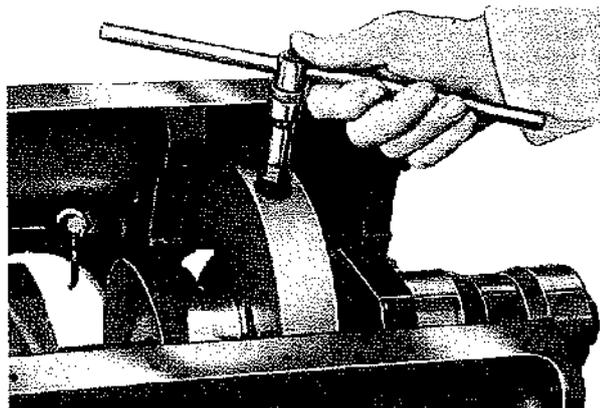
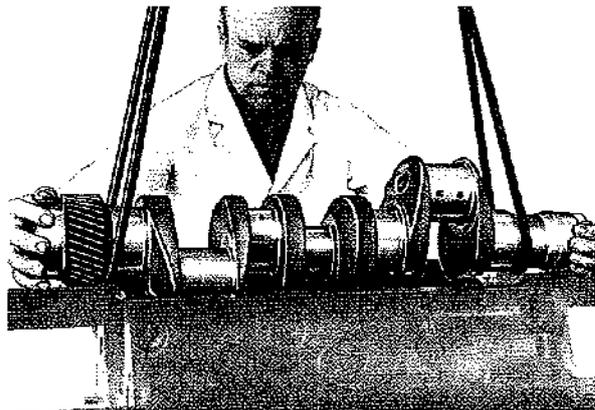

Fig. 14
Fig. 15
- Togliere i contrappesi (Fig. 14) e quindi sfilare l'albero motore (Fig. 15).